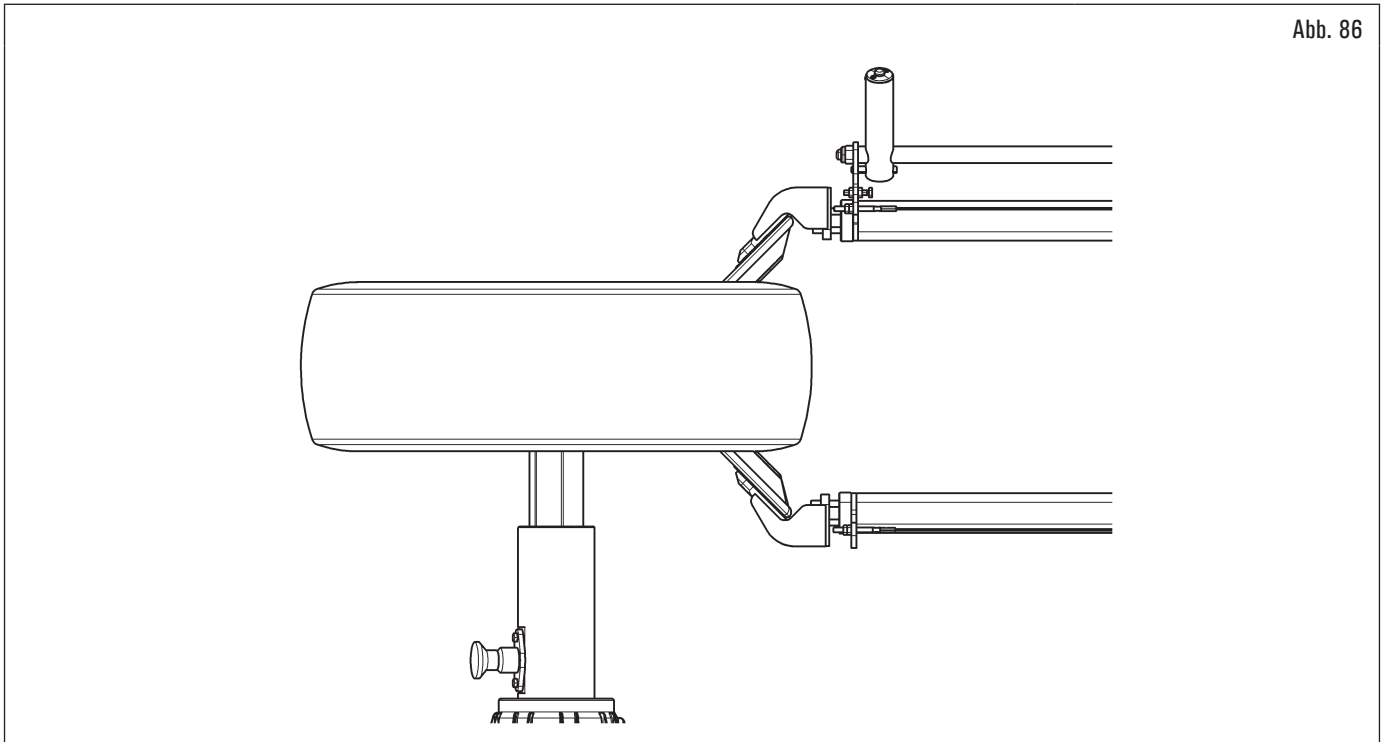

Abb. 86
2. den Motor in Uhrzeigersinn drehen, bis der auf dem Reifen gemachte Bezugspunkt mit dem Bezugspunkt auf der Felge (im allgemeinen das Ventil) übereinstimmt (siehe Abb. 86).